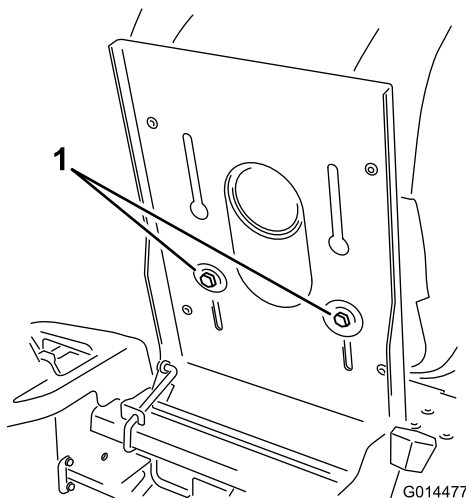

Bild 21
1. Klappen Sie den Sitz hoch und lösen Sie die Einstellschrauben etwas, um den Sitz zu bewegen (Bild 21).